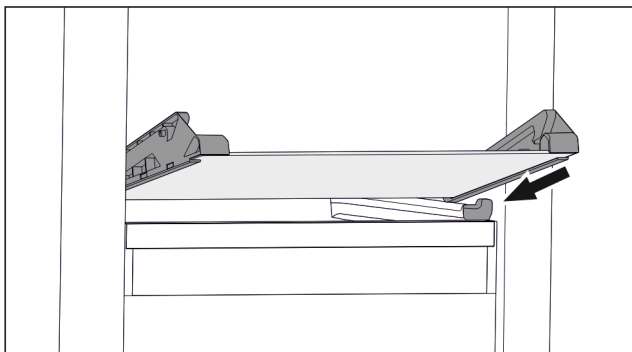

Fig. 109 Tablette en verre du tiroir basculable
- ▶ Placer la tablette en verre, en l'inclinant, derrière les butées. (voir Fig. 109)